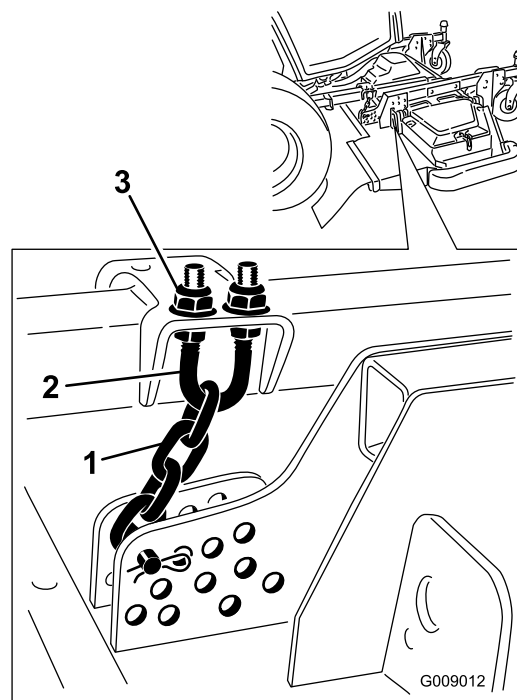

図 94
5. 刈高チェーンのUボルトの上側または下側に付いているジャムナットをゆるめる 図 94。